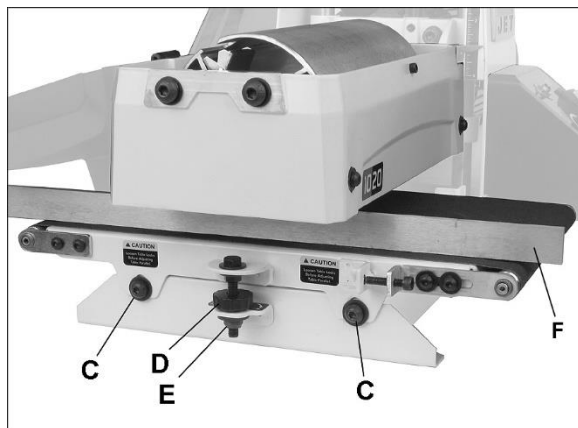

Рисунок 7-3: выравнивание барабана
3. Установите линейку (F, рисунок 7-3) между барабаном и столом транспортера с *внешней* стороны барабана.
1. Ослабьте оба стопорных винта стола (C, рисунок 7-3) с помощью шестигранного ключа 5 мм.
Например, чтобы *поднять* внешний край стола, ослабьте контргайку (E, рис. 7-3) и поверните гайку с накаткой (D, рис. 7-3) по часовой стрелке (+).